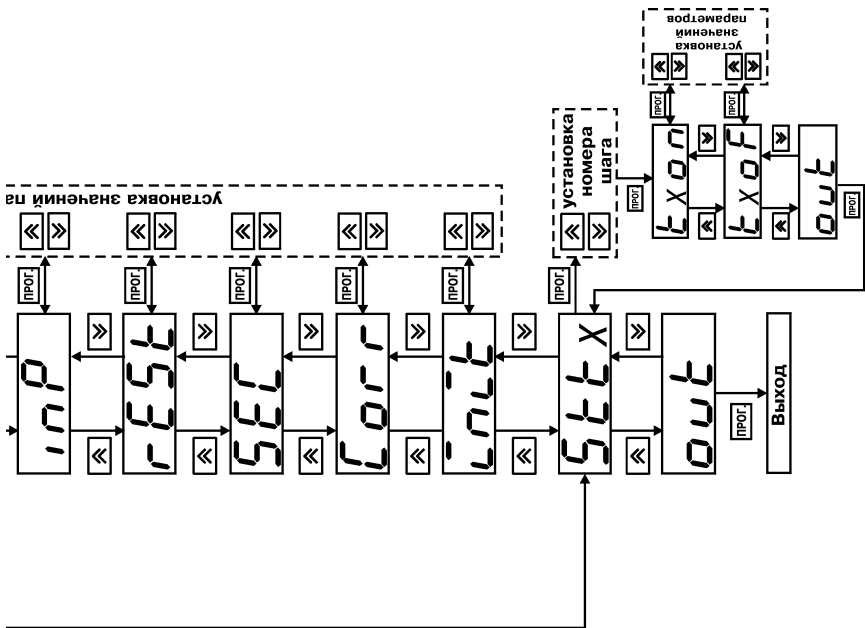

Рис. 26
6.1.1.1. Полный перечень и описание параметров приведены в *прил. В*, а порядок программирования показан на рис. 26.